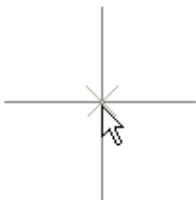

图 3-14 放置导线时的光标
(1) 执行菜单命令【Place】→【Wire】或单击布线工具栏的  按钮，光标变为如图 3-14 所示的形状，即出现大十字光标（系统默认形状，可以重新设置）。
(4) 将光标移到要连接的元件引脚上单击，这两个引脚的电气点就用导线连接起来了。如果需要导线改变方向，在转折点单击，然后就可以继续放置导线到下一个需要连接在一起的元件引脚上。
(5) 系统默认放置导线时，单击的两个电气点为导线的起点和终点，即第一个电气点为导线的起点，第二个电气点为终点。起点和终点之间放置的导线为一条完整的导线，无论中间是否有转折点。一条导线放置完成后，光标上不再有导线与图件相连，回到初始的导线放置状态（见图 3-14），此时可以开始放置下一条导线。如果不再放置导线，右击就可以取消系统的导线放置状态。